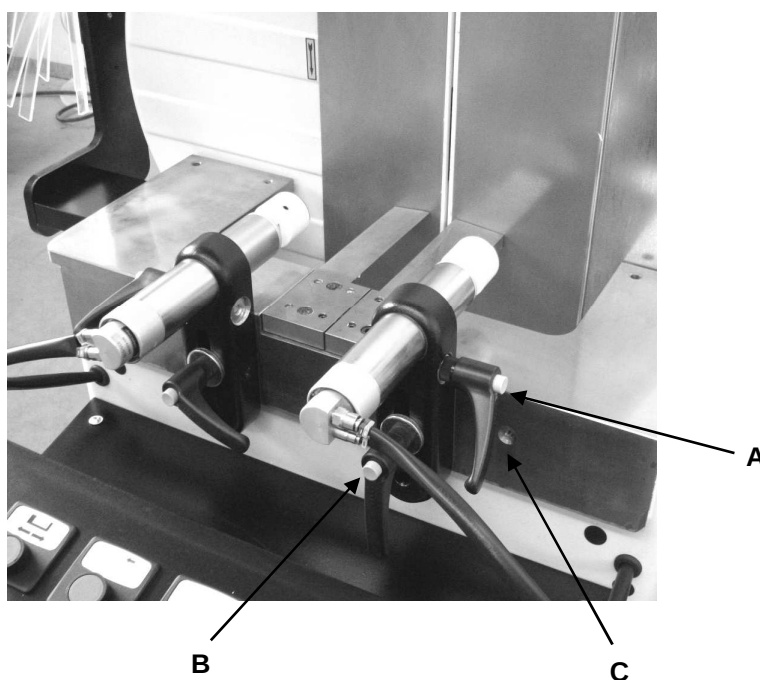

Fig. 09-01
9.1 POSIZIONAMENTO MORSE ORIZZONTALI (Fig. 09-01)